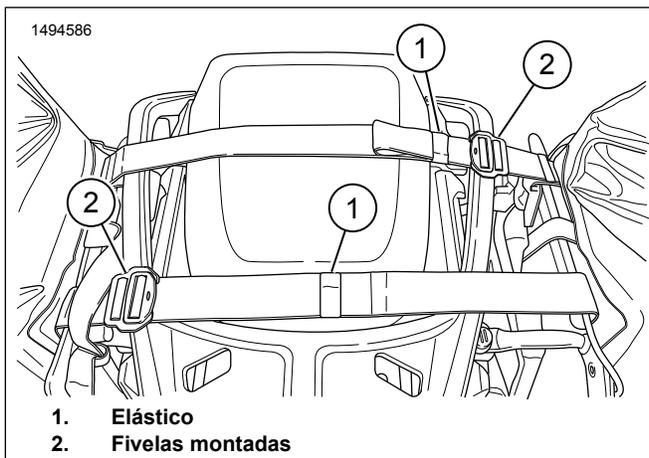

Figura 3. Correias através do assento traseiro
4. Figura 3 Instale os alforjes no veículo com alças conectadas sobre o assento traseiro.
6. Figura 3 Coloque o excesso das correias em elásticos (1).